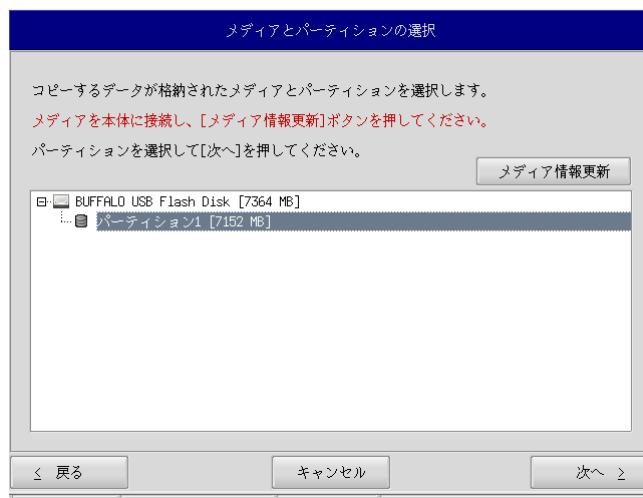

図5-2-2. メディアとパーティション選択画面
- ⑥ メディアとパーティション選択画面(図5-2-2)が表示されます。あらかじめ用意しておいたストレージメディアを本体に接続し、[メディア情報更新]ボタンを押してください。ストレージメディアのパーティションを選択し、[次へ]ボタンを押します。